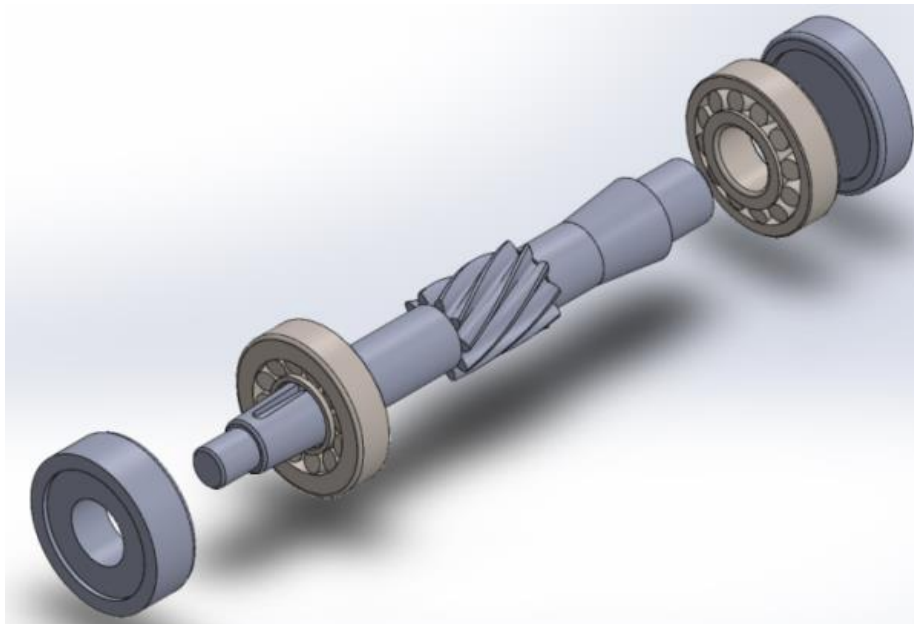

Рисунок 4.8 – Збірка із повністю рознесеними частинами
4. Після завершення редагування, коли весь вид з рознесеними частинами набуде належного вигляду (рис. 4.8), потрібно натиснути .